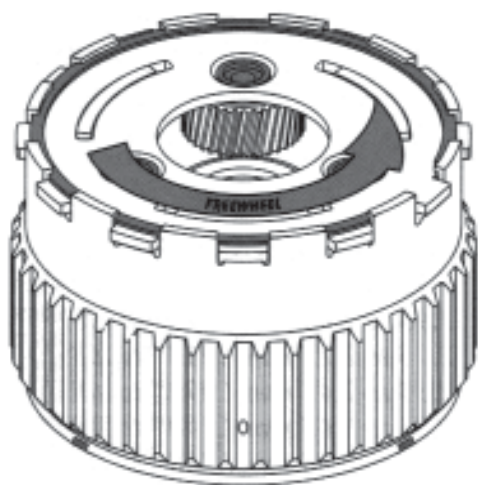

Figura 170
39. Após a instalação, confira a rotação do conjunto da catraca. A engrenagem deve girar livremente no sentido anti-horário, conforme ilustrado na Figura 170.